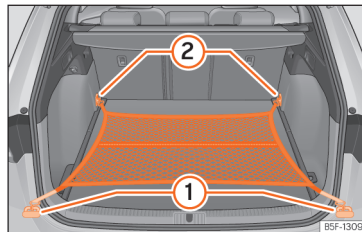

Abb. 188 Im Gepäckraum: flach eingehängtes Gepäckraumnetz.
- Hängen Sie die Haken in die Verzurrrösen ein » (Abb. 188) (1) und (2) » ⚠️. Der Reißverschluss des Gepäckraumnetzes muss dabei nach oben zeigen.